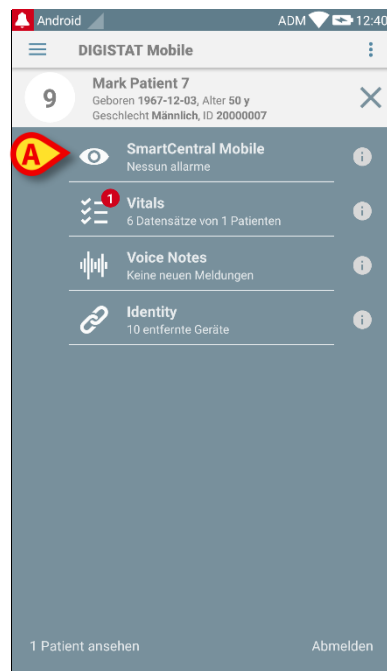

Abb. 41
- Berühren Sie die entsprechende Zeile auf dem Bildschirm des Handgerätes (Abb. 41).